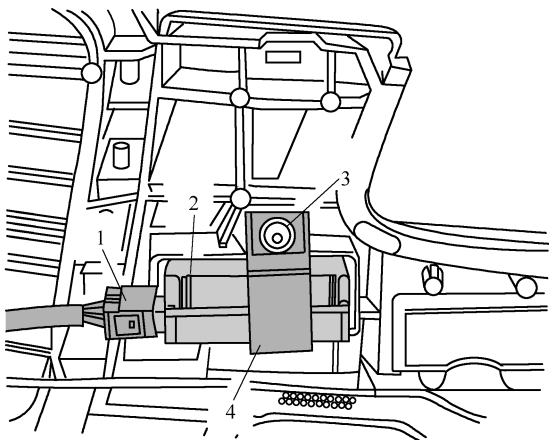

图 9-2-28 拆下车库门遥控器控制单元 J530
(1) 拆下前部保险杆覆面。
(2) 如图 9-2-28 所示，旋出螺栓 3 并拆下固定卡箍 4。从锁支架上拆下车库门遥控器 2 的控制单元，脱开电气连接器 1。